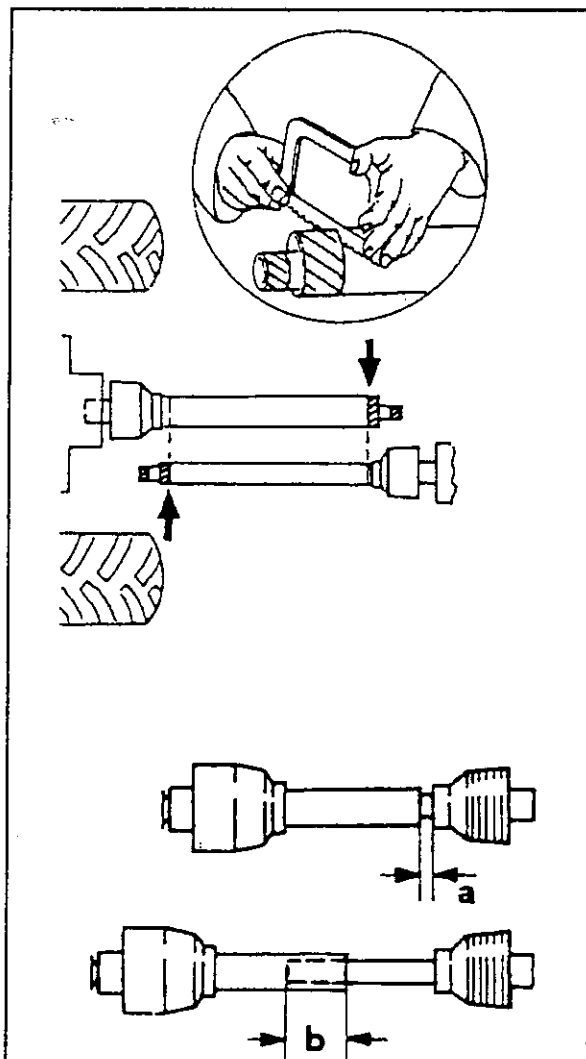

Bild 4-8
- Die beiden Wellenhälften nebeneinanderhalten. Kontrollieren Sie, ob die Gelenkwelle bei angehobener und abgesenkter Maschine noch genügend Überdeckung besitzt (Bild 4-8), aber noch nicht auf dem Block sitzt.